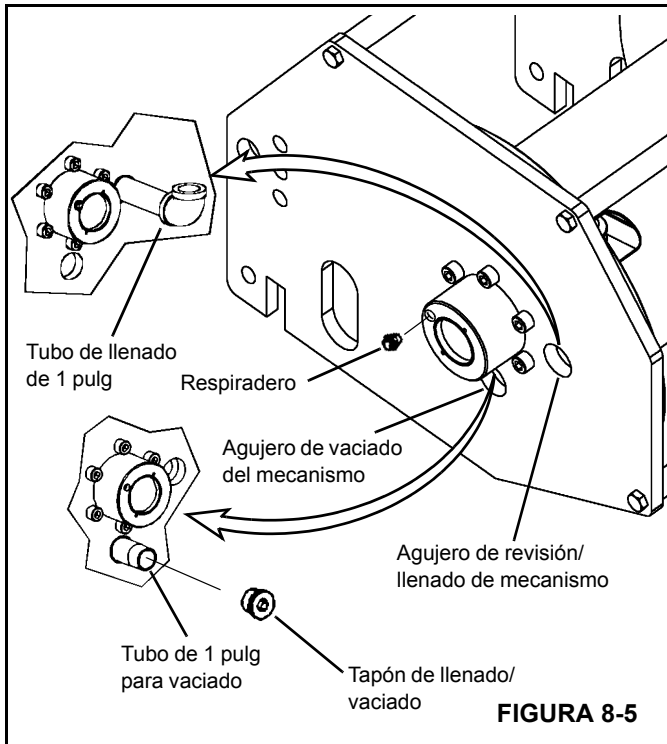

FIGURA 8-5
1. Gire el tambor hasta que el tapón de llenado/vaciado de aceite esté a nivel con el agujero de inspección/llenado de aceite (Figura 8-5).
1. Gire el tambor hasta que el tapón de vaciado/llenado de aceite esté al mismo nivel que el agujero de vaciado (Figura 8-5).